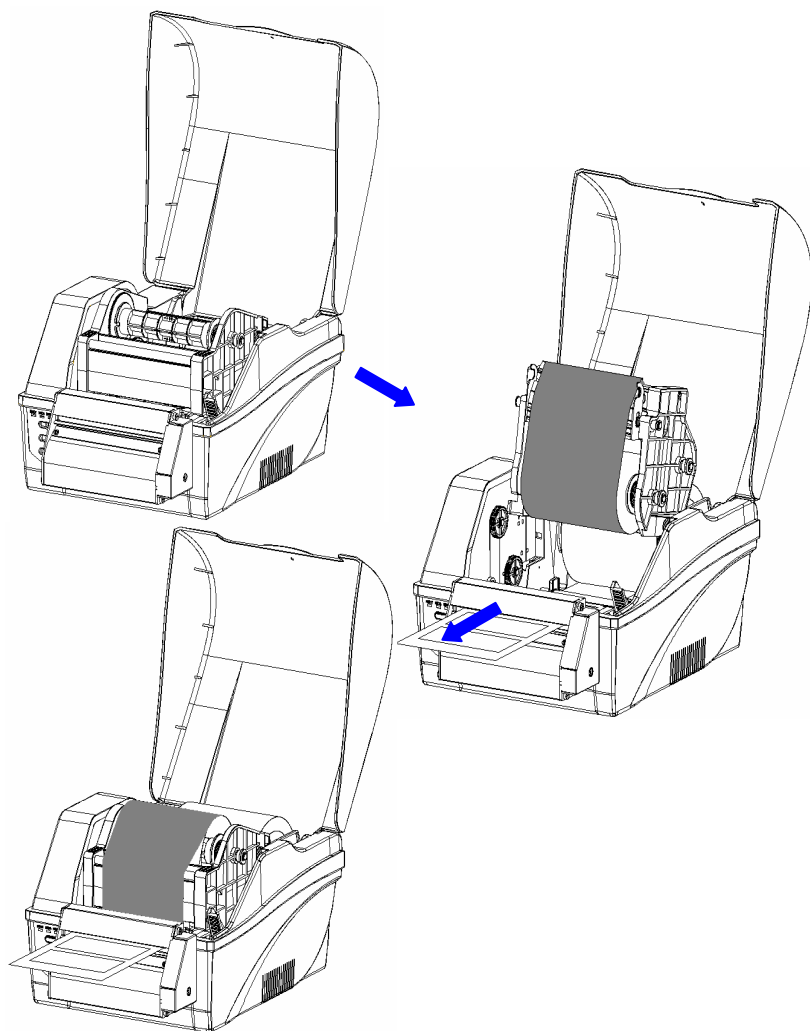

图 6-8
4. 按下打印头模组锁紧杆-右, 打开打印头模组架, 安装好标签、碳带, 并将标签穿过切刀, 然后将打印头模组架压下, 纸卷安装完成。(图 6-8)